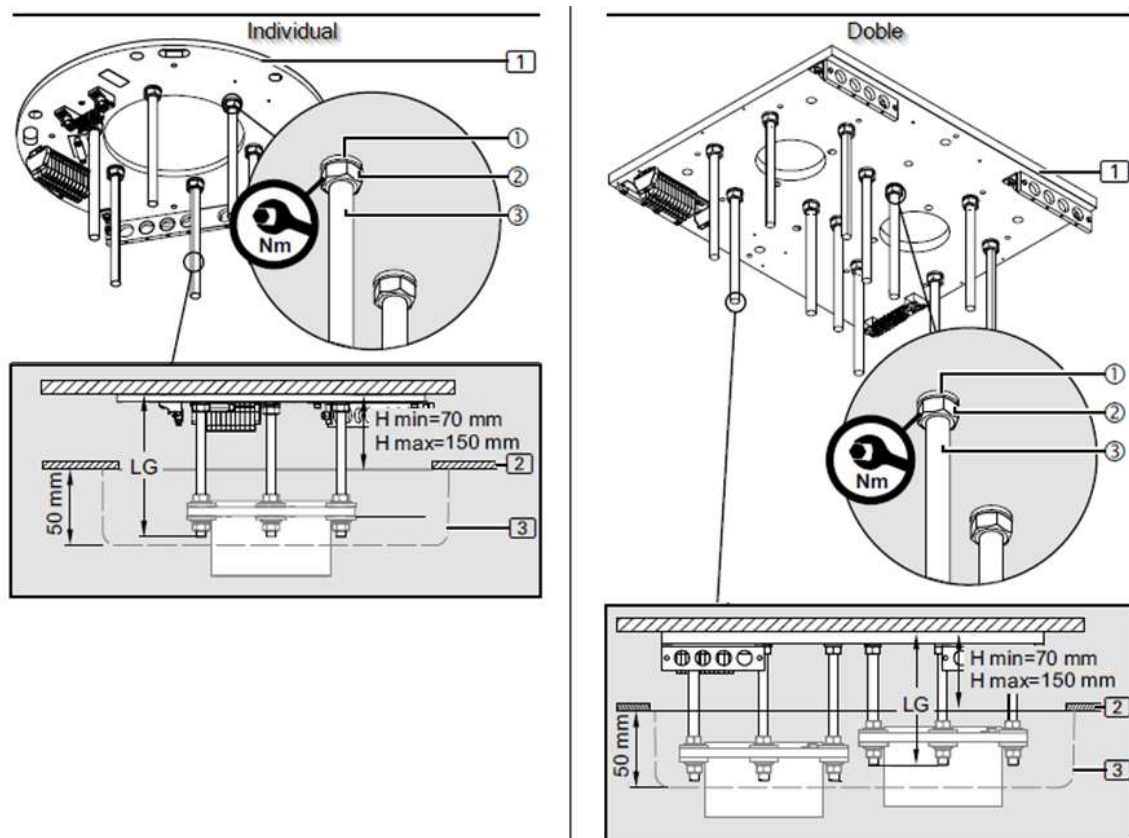

Fig. 9 Montage van interfaceplaat met verlaagd plafond
- Stel de afstand tussen de zeskantmoeren M16 ② en de interfaceplaat in op 1 tot 150 mm.
- Lijn de zeskantmoeren M16 ② horizontaal uit met behulp van een digitale waterpas.
- Plaats 1 platte sluitring met een buitendiameter van 34 mm ③.
- Plaats 1 isolatieschijf van kunststof ④ (zoals weergegeven in afbeelding 9) zodanig dat de platte sluitring met een buitendiameter van 34 mm ③ op de isolatieschijf van kunststof ④ rust.
- Bevestig de kunststof isolatieschijf ④ met plakband of elastiek aan de schroefbouten M16 ①.